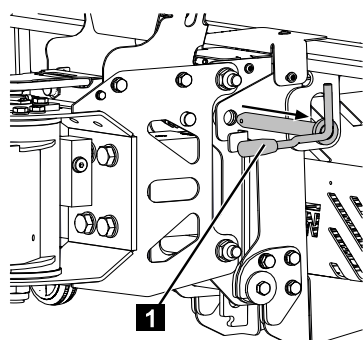

Fig. 155
5. Retirer la cheville de la nacelle (Fig.155/1).